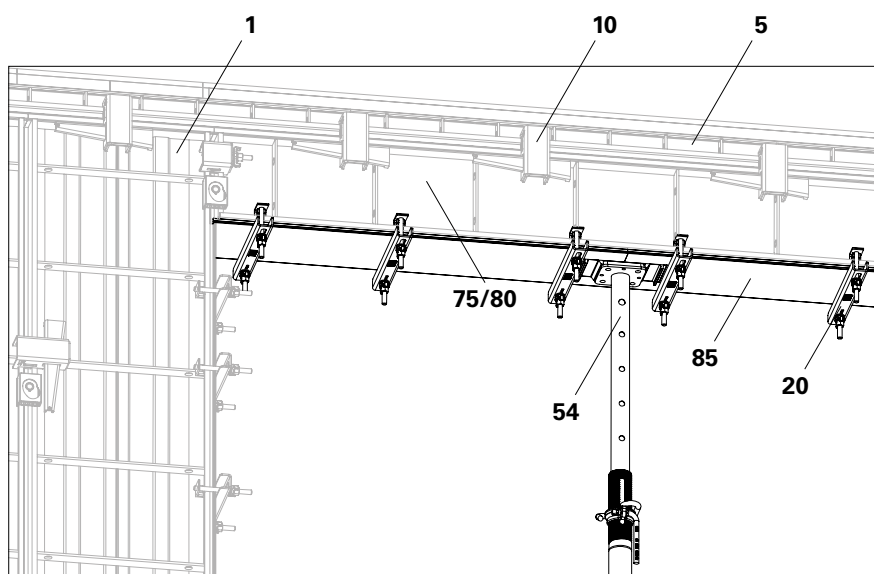

Fig. B6.01
1. Posizionare con cautela il telaio di transizione UNO Plus (5) sul telaio per parete UNO Plus (1).
2. Collegare e fissare il telaio di transizione UNO Plus (5) con il giunto UNO Plus (10).
3. Attaccare la trave UNO Plus (80)/l'architrave UNO Plus (75) al telaio di transizione UNO Plus (5) per mezzo del giunto UNO Plus (10) e fissare il tutto.
4. Collegare la trave UNO Plus (80)/l'architrave UNO Plus (75) al telaio per parete UNO Plus (1) per mezzo del giunto a vite UNO Plus (11) e del tirante UNO Plus (30) e fissare il tutto. (Vedere Sezione "A5/A6").
5. Sollevare il profilo fermagetto UNO Plus (85) come cassaforma per trave e soletta.
6. Montare il corrente fermagetto UNO Plus (20). (Fig. B6.01), (Tabella B4.03 + B4.04)